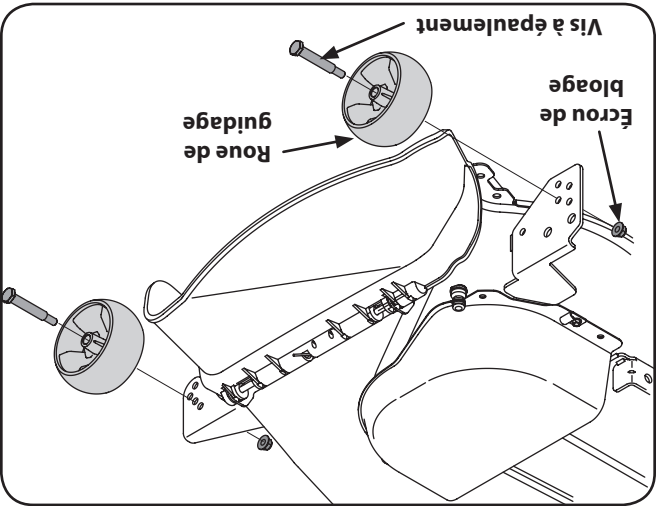

Figure 6-6
- b. Démontez les roues de guidage avant et arrière en enlevant les écrous de blocage et les vis à épaulement (Figure 6-6), qui les retiennent sur le plateau de coupe. Voir la Figure 6-6.